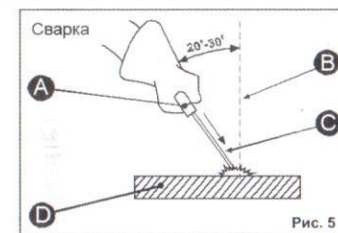

Рис. 5
- Сразу после зажигания дуги старайтесь сохранять расстояние между рабочей поверхностью свариваемой конструкции (D) и электродом (C)(См. Рис.5), приблизительно равное диаметру самого электрода. Старайтесь сохранять это расстояние постоянно во время сварки. Угол наклона электрода (C) от вертикальной оси (B) должен быть от 20° до 30°.
- Заканчивая шов, отведите электрододержатель (A) с электродом (C) немного назад, чтобы заполнилась сварочная ванна, а затем быстро поднимите его до исчезновения дуги.